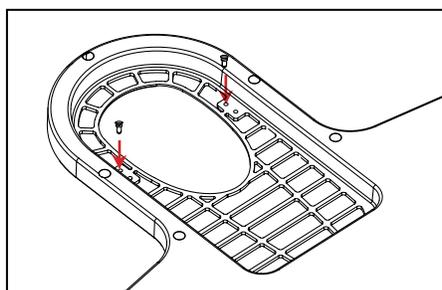

Fig. 2
2. À partir du fond de l'insert CURVE, visser les broches dans le sens horaire dans une position alternative, au moyen d'un tournevis plat. (Fig. 2)